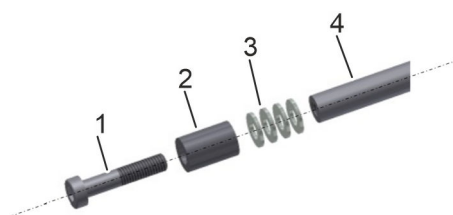

Fig. 13: asta misuratrice
1. ➤ Avvitare le rosette da 5,3 mm (Fig. 13/3) e l'anello distanziatore (Fig. 13/2) con la vite M5 (chiave da 4) (Fig. 13/1) all'asta misuratrice (Fig. 13/4). Coppia 8 Nm. Allo stesso tempo tenere ferma l'asta misuratrice con la chiave fissa da 6.